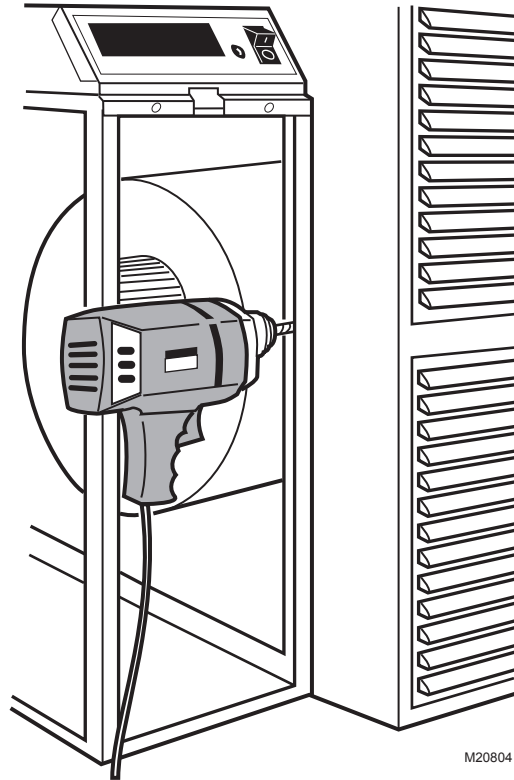

Fig. 6. Fixer le boîtier à l'appareil de chauffage.
- ❑ Fixer solidement le boîtier à l'appareil de chauffage soit directement (voir illustration), soit à l'aide d'un collier de démarrage dans l'appareil de chauffage. Percer des trous et fixer l'appareil à l'aide de rivets ou de vis pour tôle ou utiliser des écrous coulissants. Voir la Fig. 6.